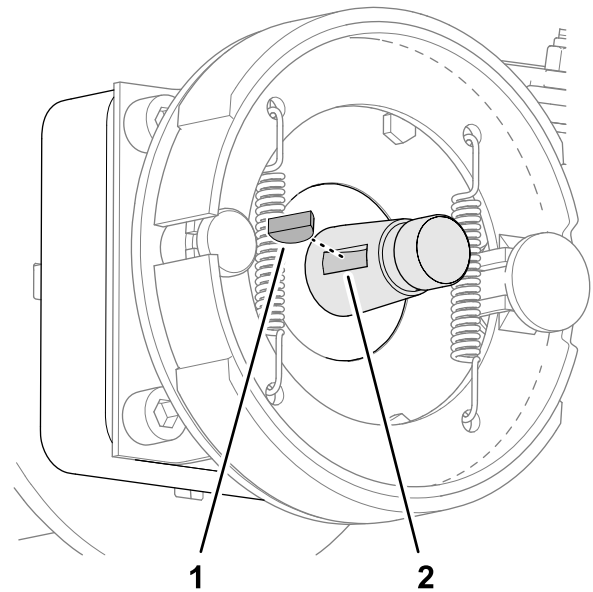

Figura 85
- Inserte la chaveta semicircular en la ranura del eje del motor de rueda (Figura 85).